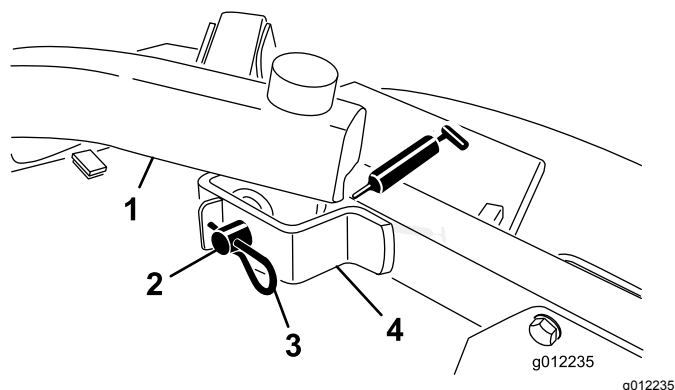

Figure 21
- Pivots de bras de levage avant (2) (Figure 21)